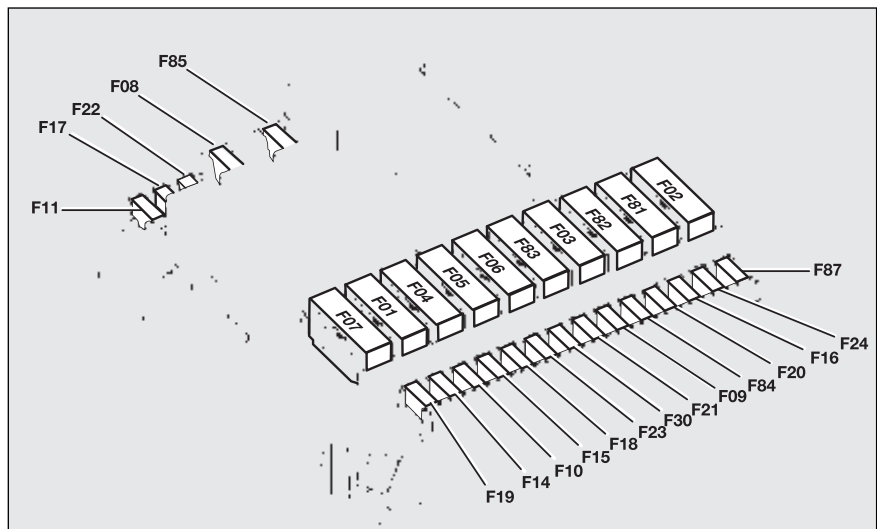

fig. 50
- ☐ de zekering zijn nu bereikbaar **fig. 50**.